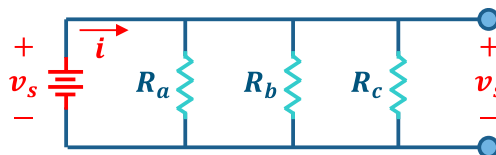
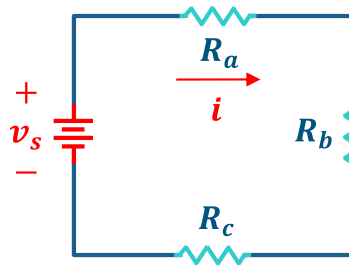
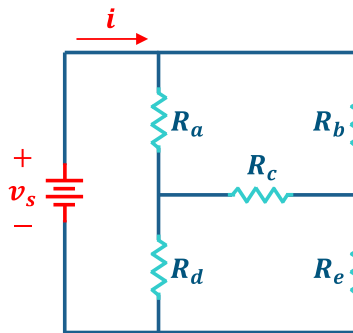

Figura 2. Elementos circuitales en paralelo
Figura 3. Elementos circuitales en serie.
Figura 4. Circuito que requiere transformación (Delta-Estrella o viceversa)
- Para el circuito de la Figura 2, calcule el valor del resistor equivalente (R_{eq1}) visto desde la fuente v_s y la corriente i suministrada por dicha fuente. Para los resistores R_a a R_c , escoja tres de los que llevará al laboratorio.
- Para el circuito de la Figura 3, calcule el valor del resistor equivalente (R_{eq2}) visto desde la fuente v_s y la corriente i suministrada por dicha fuente. Para los resistores R_a a R_c , escoja tres de los que llevará al laboratorio.
- c. Para el circuito de la Figura 4, calcule el valor del resistor equivalente (R_{eq3}) visto desde la fuente v_s (nota: haga uso de las ecuaciones que encontró en la consulta) y la corriente i suministrada por dicha fuente. Para los resistores R_a a R_e , use los que llevará al laboratorio. Anote el resistor equivalente (R_{eq3}) y la corriente i en su preinforme.
2. Simulación y montaje del circuito de la Figura 2 (Emplee los mismos valores de resistencia que usó en el preinforme):
- Realice la simulación del circuito haciendo análisis del punto de operación (.op) y anote el valor de la corriente i suministrada por la fuente v_s , así como su voltaje, en una tabla de su informe llamada **Tabla Valores Circuito Figura 2**. Agregue una imagen del esquemático del circuito y de la ventana de resultados del punto de operación a su informe.
- Mida con el multímetro el resistor equivalente R_{eq1} del circuito visto desde la fuente v_s (teniendo desconectada la fuente de voltaje). Agregue a la **Tabla Valores Circuito Figura 2** la medida de R_{eq1} .
- Conecte y active la fuente de voltaje y mida, con el multímetro, tanto el voltaje v_s como la corriente i suministrada por la fuente de voltaje. Recuerde que el voltaje se mide en paralelo, mientras que la corriente se mide en serie. Anote estos valores en la **Tabla Valores Circuito Figura 2**.
- Agregue a la **Tabla Valores Circuito Figura 2** los valores que obtuvo en el preinforme. Un ejemplo de la **Tabla Valores Circuito Figura 2** se muestra en Tabla 1.
Tabla 1. Ejemplo de Tabla Valores Circuito Figura 2
- Compare los resultados de la tabla para el circuito de la Figura 2 (Preinforme, Simulación y Montaje). ¿Qué conclusiones daría usted después de realizada la comparación? ¿A qué se deben las diferencias en los resultados presentados, si los hubo? ¿Concuerdan los resultados obtenidos en el Preinforme con los obtenidos en la simulación y montaje físico?
- Simulación y montaje del circuito de la Figura 3:** repita el procedimiento que llevó a cabo para el circuito de la Figura 2 con el circuito de la Figura 3, teniendo en cuenta que se deberá medir con el multímetro el resistor equivalente R_{eq2} del circuito visto desde la fuente v_s , además de medir (con simulación y montaje físico) el voltaje v_s y la corriente i suministrada por la fuente de voltaje. Recuerde agregar las correspondientes tablas y figuras, y presentar las conclusiones sobre los resultados hallados, así como lo hizo para el circuito de la Figura 2.
- Simulación y montaje del circuito de la Figura 4:** repita el procedimiento que llevó a cabo para el circuito de la Figura 2 con el circuito de la Figura 4, teniendo en cuenta que se deberá medir con el multímetro el resistor equivalente R_{eq3} del circuito visto desde la fuente v_s , además de medir (con simulación y montaje físico) el voltaje v_s y la corriente i suministrada por la fuente de voltaje. Recuerde agregar las correspondientes tablas y figuras, y presentar las conclusiones sobre los resultados hallados, así como lo hizo para el circuito de la Figura 2.
- c. **Circuito de la Figura 2 (20%):** montaje ordenado (fotografía), medidas del montaje realizado (valores en tabla), simulación realizada (valores en tabla y fotografía de esquemático y resultados del punto de operación) y conclusiones.
- d. **Circuito de la Figura 3 (20%):** montaje ordenado (fotografía), medidas del montaje realizado (valores en tabla), simulación realizada (valores en tabla y fotografía de esquemático y resultados del punto de operación) y conclusiones.
- e. **Circuito de la Figura 4 (20%):** montaje ordenado (fotografía), medidas del montaje realizado (valores en tabla), simulación realizada (valores en tabla y fotografía de esquemático y resultados del punto de operación) y conclusiones.